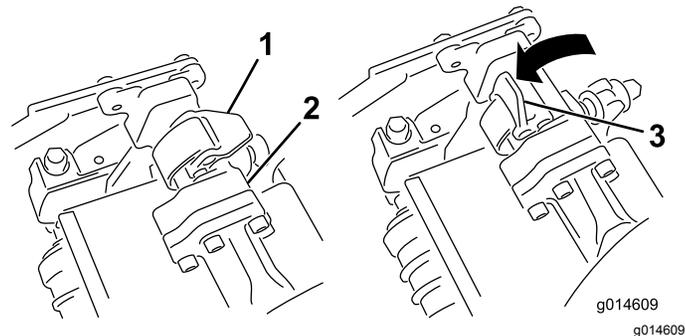
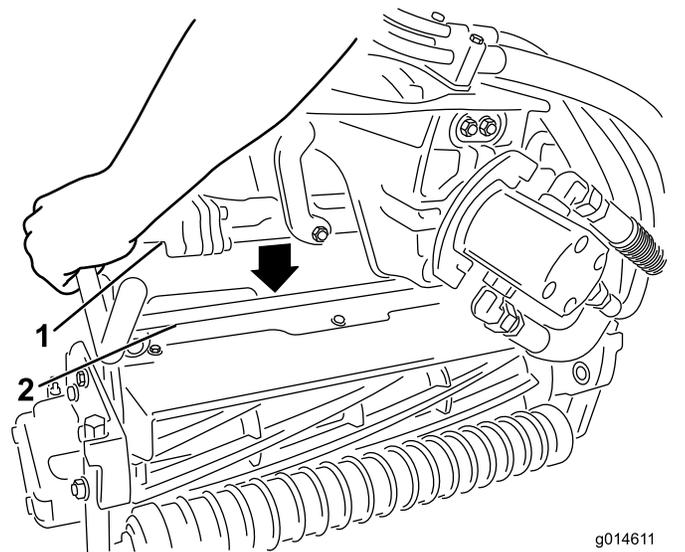

图36
图37
4. 当悬挂臂杆上的门锁指向上方即打开时 图36 向下压悬挂臂使悬挂臂杆与滚刀组上方的支架相契合 图37。
5. 向下并绕着滚刀组横杆关闭门锁将它们锁定到位 图36。
- 打开您正在拆下的滚刀组悬挂臂上的门锁图36。